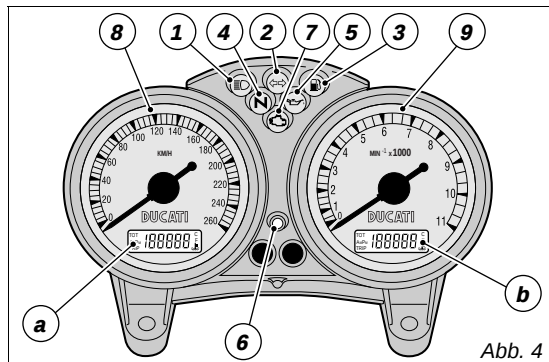
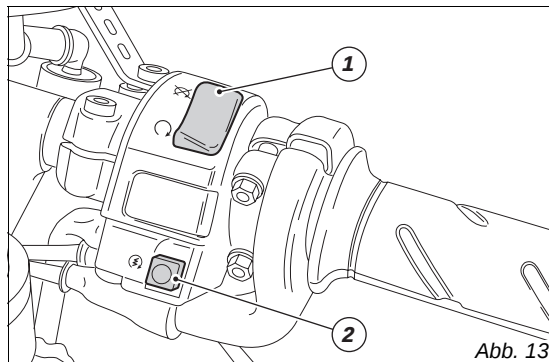

Abb. 4
Abb. 13
Cockpit (Abb. 4)
Die CODE CARD an einem sicheren Ort aufbewahren. Ein Mitführen des elektronischen und auf der CODE CARD angegebenen Codes ist jedoch empfehlenswert, falls eine Motorfreigabe anhand des Verfahrens erforderlich sein sollte, bei dem der Gasdrehgriff entsprechend betätigt werden muss. Das nachstehende Verfahren gibt dem Anwender die Möglichkeit, im Fall von Störungen am Immobilizer-System, die Funktion der "Motorsperre", die durch das gleichzeitige Aufleuchten der ockerfarbenen EOB- Kontrollleuchte (7, Abb. 4) angezeigt wird, freizugeben. Dieses Verfahren kann jedoch nur mittels Eingabe des auf der Code Card angegebenen elektronischen Codes (eletronic code) durchgeführt werden.
Die EOBD-Kontrollleuchte (7, Abb. 4) erlischt nach einer festgelegten Zeit von 8 Sekunden.
- 4) So viele Leuchtimpulse der EOBD-Kontrollleuchte (7, Abb. 4) mitzählen, wie sie der ersten Ziffer des Geheimcodes entsprechen.
- 1) Wird der Code erkannt, blinkt die IMMO-Kontrollleuchte (6, Abb. 4) am Cockpit kurz auf; das Schutzsystem hat in diesem Fall den Schlüsselcode erkannt und hebt die Motorsperre auf. Auf das Drücken der START-Taste (2, Abb. 13) hin, springt der Motor an;
- 2) Leuchten die Kontrollleuchte (6, Abb. 4) oder die EOBD-Kontrollleuchte (7, Abb. 4) weiterhin auf, wurde der Code nicht erkannt. In diesem Fall, wird empfohlen, den Schlüssel in die Position OFF zu bringen und ihn darauf erneut auf ON zu schalten. Sollte der Motor weiterhin blockiert bleiben, sollte man es nochmals mit dem anderen, mitgelieferten schwarzen Schlüssel versuchen. Springt der Motor immer noch nicht an, sollte man sich mit einem Kundendienst der DUCATI in Verbindung setzen.
- 3) Blinkt die Kontrollleuchte (6, Abb. 4) weiterhin auf, bedeutet dies, dass eine Anzeige des Immobilizer-Systems zurückgesetzt wurde (z.B. mittels Motorfreigabe über den Gasdrehgriff). Dreht man den Zündschlüssel auf OFF, dann wieder auf ON, müsste die Kontrollleuchte des Immobilizers ihre normale Funktion wieder aufnehmen (siehe Punkt 1).
Rechter Umschalter (Abb. 13)